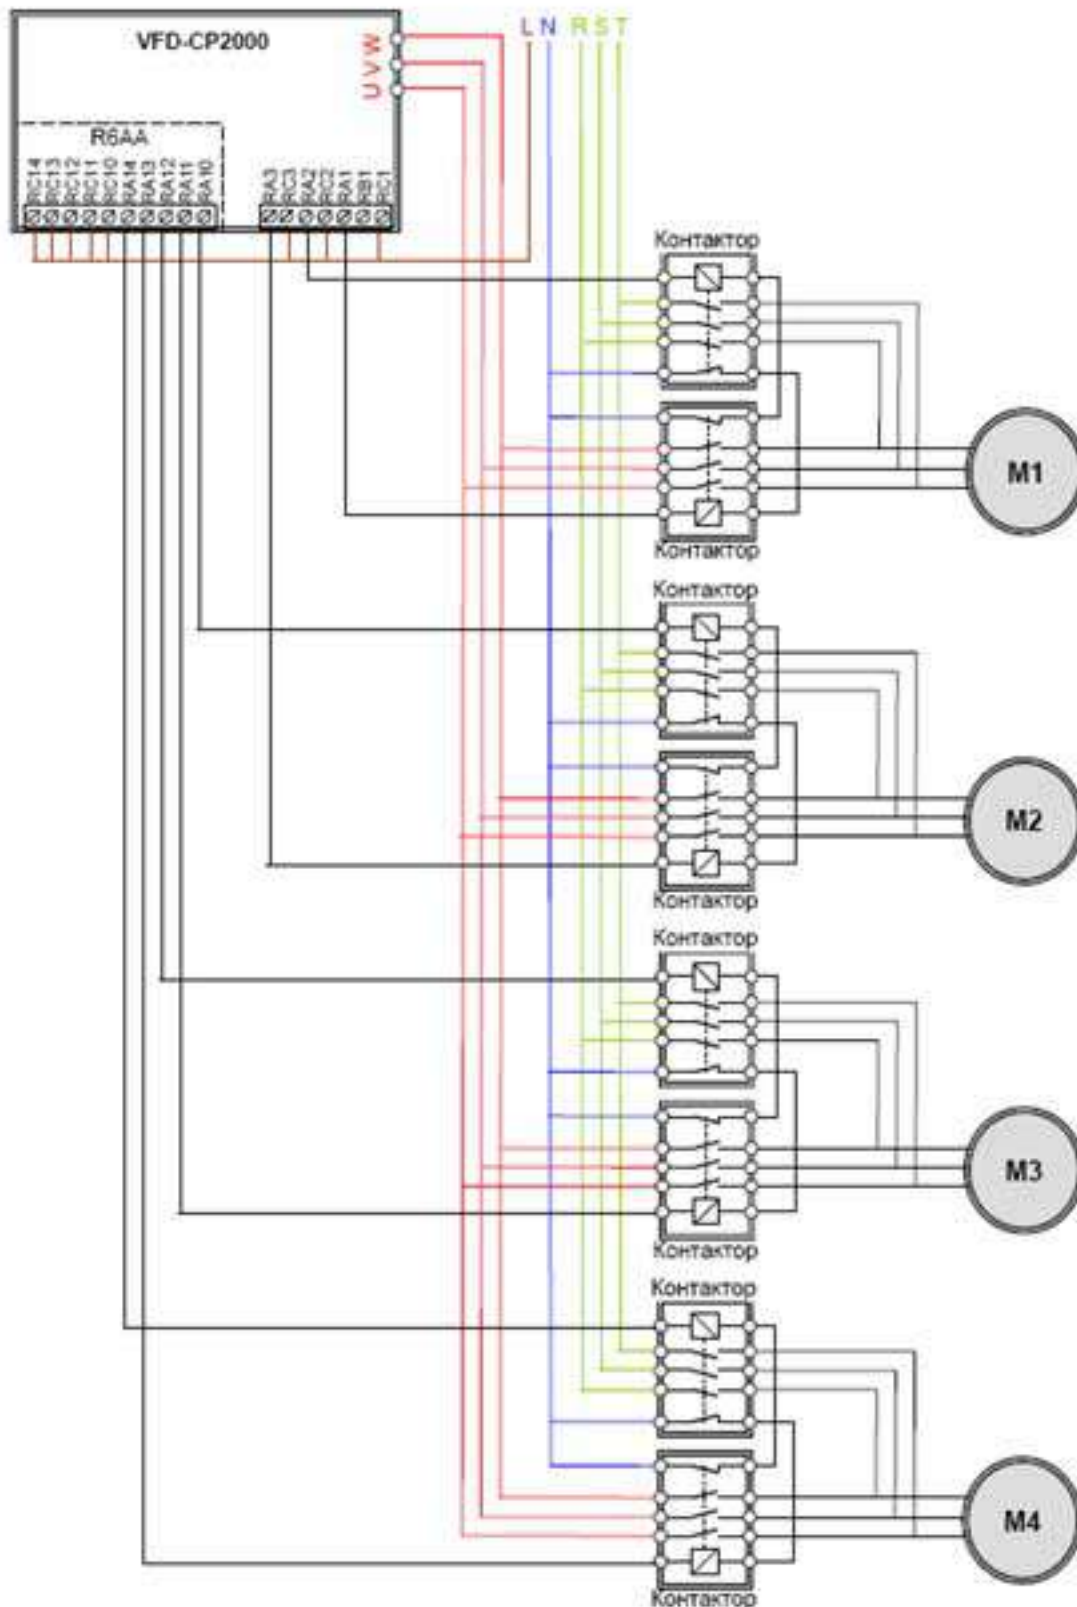

Рис. 12-7
- ПЧ в режиме каскадного управления с переменным мастером (ПИД) может управлять 1-4 двигателями. На рис. 12-7 показан пример управления 4 двигателями.